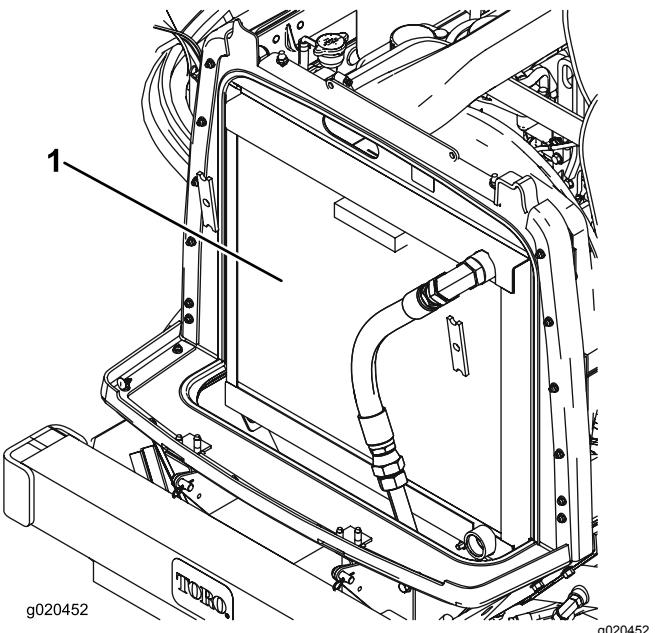

Figura 89
3. Limpe ambos os lados do radiador/dispositivo de arrefecimento de óleo com ar comprimido (**Figura 89**).